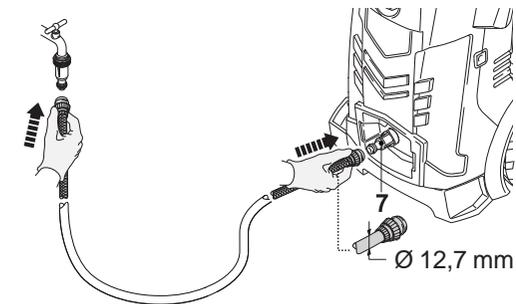

Fig. 6
- Reliez le connecteur de tuyau (7) de l'appareil à l'arrivée d'eau à l'aide d'un tuyau d'arrosage adéquat (Fig. 6).